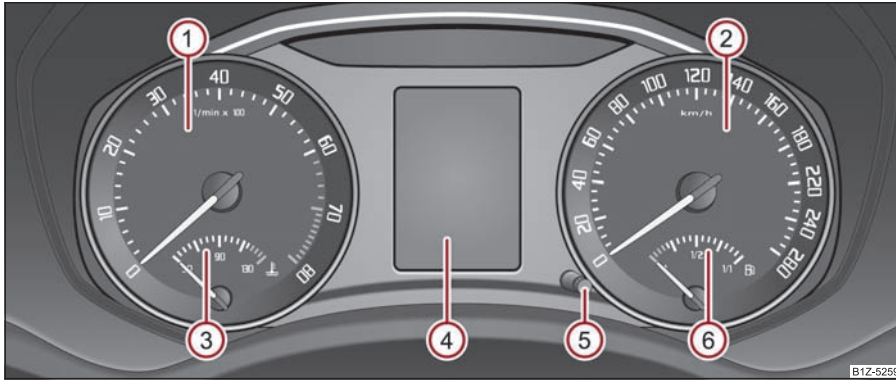

Fig. 15 Tabloul de instrumente
Zona roșie de pe scala tuometrului ① ⇒ fig. 15 marchează domeniul în care unitatea de comandă a motorului începe să limiteze turația motorului. Unitatea de comandă a motorului limitează turația motorului la o valoare limită sigură. ►
Indicatorul temperaturii lichidului de răcire  ⇒ pagina 15, fig. 15 funcționează numai când contactul motor este pus.
Indicatorul rezervei de carburant  ⇒ pagina 15, fig. 15 funcționează numai când contactul motor este pus.
Mențineți butonul de resetare **(S)** ⇒ pagina 15, fig. 15 cca. 1 secundă apăsat pentru a reseta contorul.
Indicatorul intervalelor de service se poate reseta și de la butonul **(S)** ⇒ pagina 15, fig. 15.